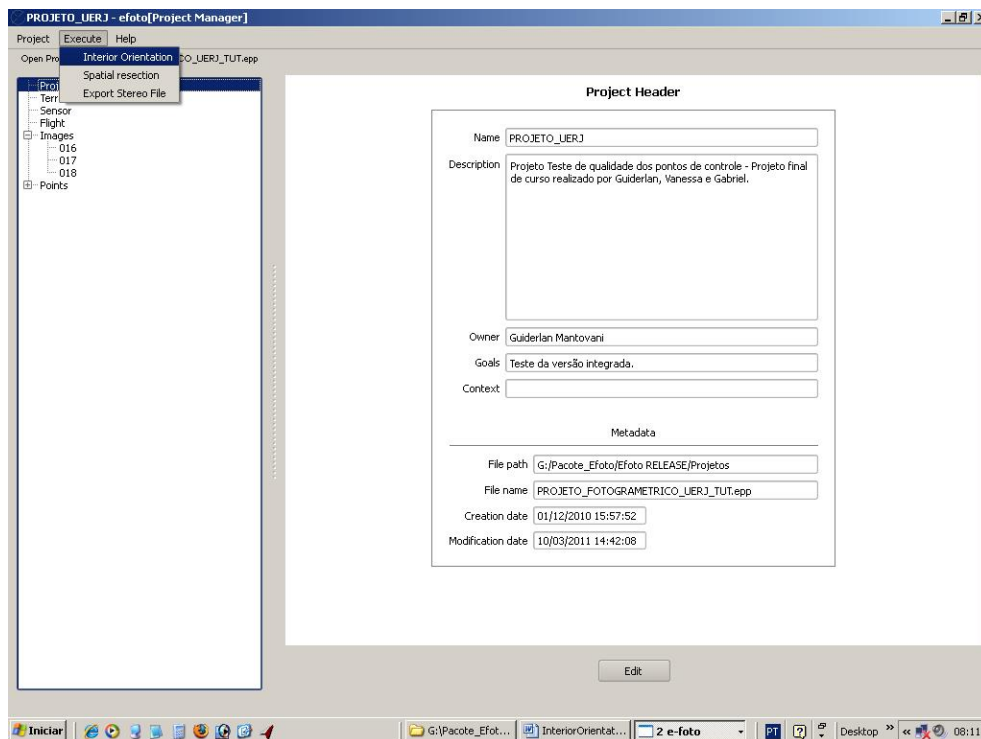
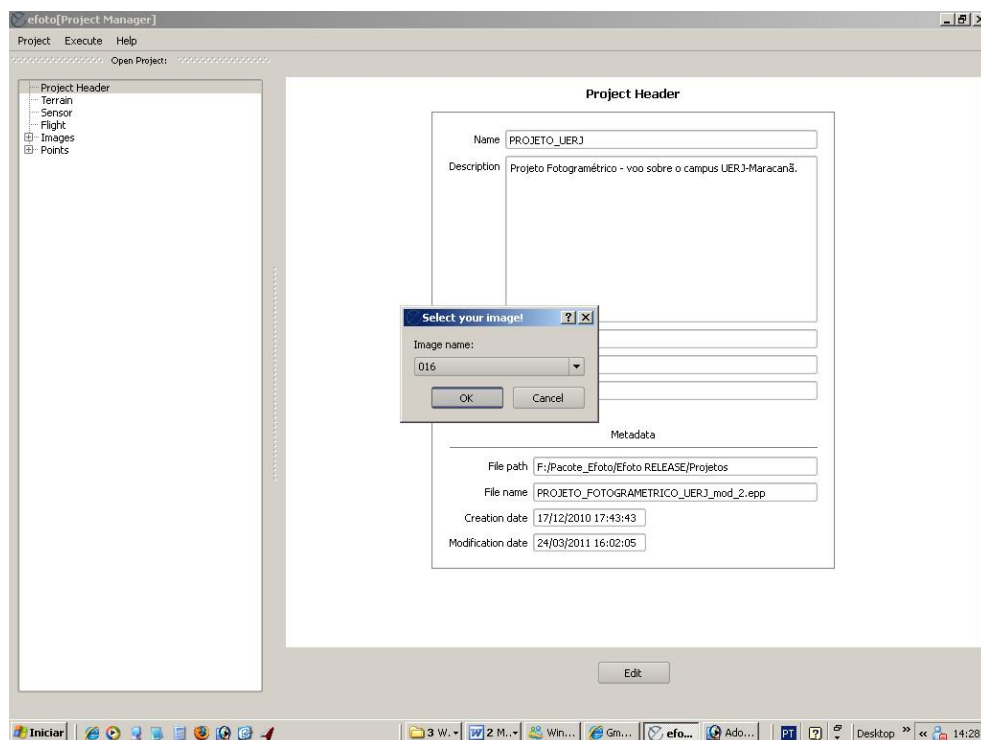

Figura 3 – Tela de Chamada para a Execução da Orientação Interior.
Figura 4 – Tela de Chamada para a execução de O.I., primeira imagem (imagem 16).
Passo 2: Após clicarmos no “botão” Abrir aparecerá a tela abaixo como mostra a figura 3. Precisamos realizar a Orientação Interior para a primeira imagem. Para tal clique no item Execute e em seguida **Interior Orientation**. Uma janela menor possibilitará a escolha da imagem para iniciar a medição das marcas fiduciais. É preciso escolher a imagem desejada e clicar em OK conforme mostra a figura 4.